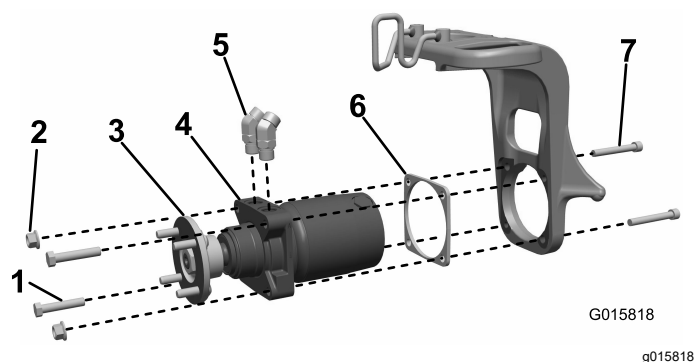

Figura 3
1. Instale los acoplamiento hidráulico de 45° en el motor de la rueda, orientándolos aproximadamente como se indica en la Figura 3. No apriete los acoplamiento.
- **Máquinas con horquillas con 2 orificios roscados y 2 orificios pasantes donde el motor de rueda se monta en la horquilla:** Instale el conjunto de motor de rueda y el suplemento en la horquilla (colocando el suplemento entre el motor y la horquilla) y sujételo con 2 pernos de cabeza allen ($\frac{1}{2}$ " x $3\frac{3}{4}$ "), 2 pernos ($\frac{1}{2}$ " x $2\frac{1}{2}$ ") y 2 contratuercas (Figura 3).